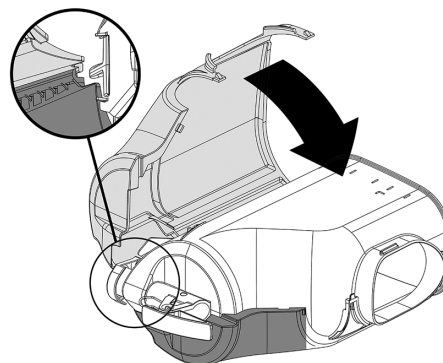
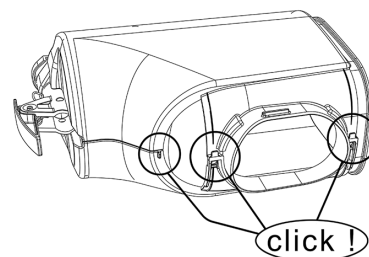

figura 4
figura 5
**2** Posizionare la parte sinistra del recover, facendo attenzione a far combaciare l'incastro evidenziato. Chiudere ora a scatto le due parti. (vedere figura 4)(vedere figura 5).